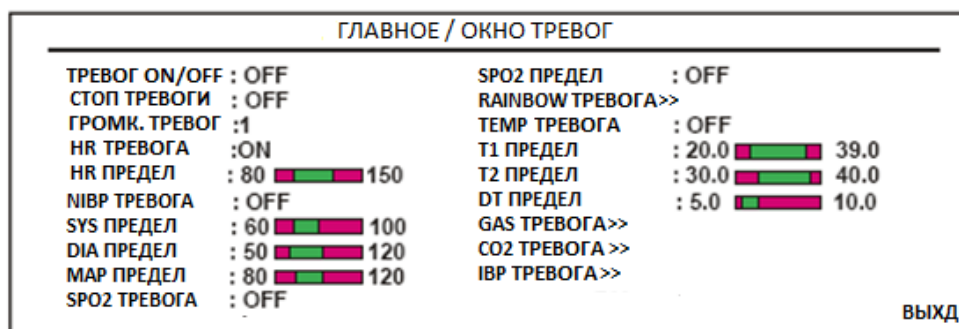

Рисунок 2.4 – Окно «ГЛАВНОЕ / ОКНО ТРЕВОГ»
2.4.5 Выберите «ТРЕВОГИ>>» в меню «ГЛАВНОЕ» для вызова следующего меню (см. рисунок 2.4).